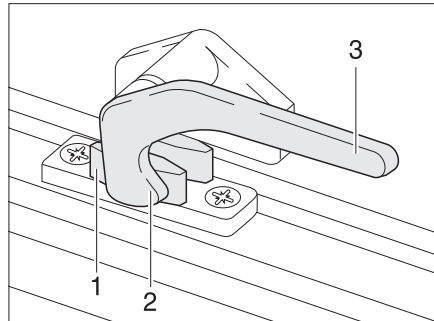
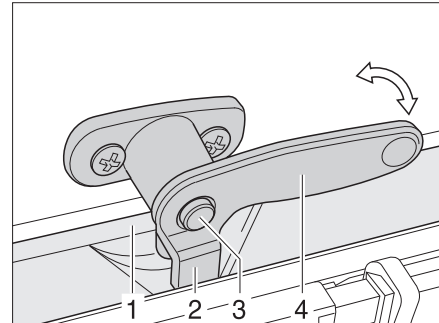

Fig. 66 Leva di serraggio in posizione "chiuso"
Fig. 67 Leva di serraggio con bottone di sicurezza in posizione "chiuso"
- Se presente, premere il bottone di sicurezza (Fig. 67,3) e mantenerlo premuto.
- Ruotare la leva di serraggio (Fig. 66,3 o Fig. 67,4) di un quarto di giro verso il centro della finestra.
- Ruotare la leva di serraggio (Fig. 66,3 o Fig. 67,4) di un quarto di giro verso il telaio della finestra. Il nasello di chiusura (Fig. 66,2 o Fig. 67,2) si trova sul lato interno della chiusura della finestra (Fig. 66,1 o Fig. 67,1).
- In posizione "Completamente chiusa" (Fig. 66)